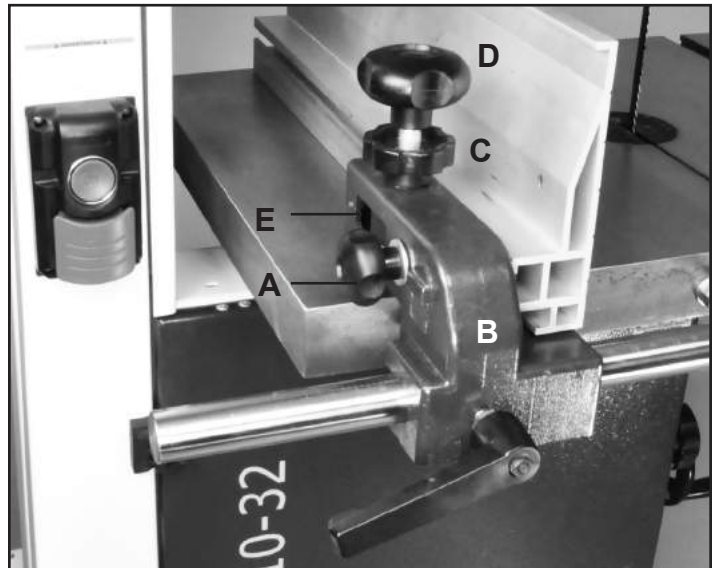

FIGURE 32
1. Desserrer la poignée latérale (#7F, Fig. 32, A) qui retient le guide à refendre contre le porte-guide (#9F, B).
2. Desserrer le bouton de verrouillage (#2F, Fig. 32, C).